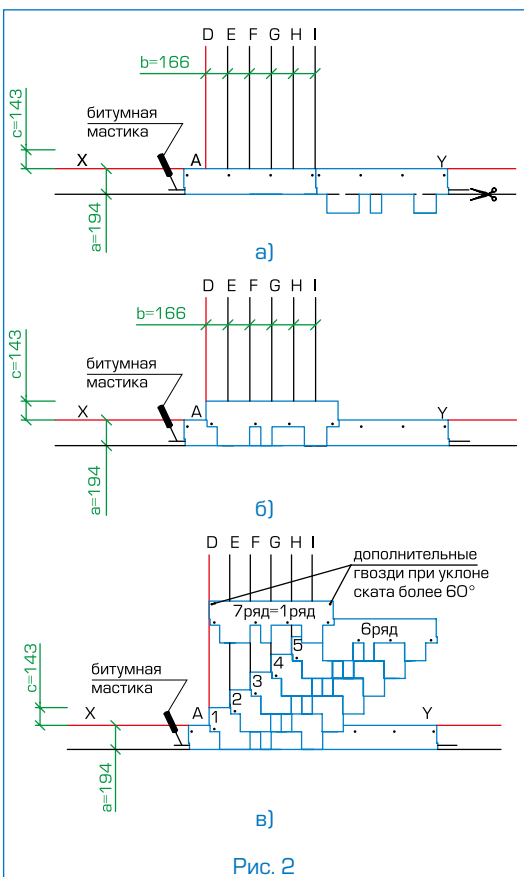

Рис. 2
### Укладка материала (рис. 2)
- Начальный ряд формируется из листов черепицы АЛЬПИН с обрезанными лепестками. Полученные таким образом полосы шириной 19,4 см укладываются по линии карниза в обе стороны от линии I (рис. 2а) и фиксируются по нижнему краю битумной мастикой, а по верхней кромке 4 гвоздями (ось гвоздей на 5 см ниже верхнего края полосы);
- далее первый ряд черепицы укладывается от линии AD (рис. 2б);
- второй ряд укладывается от линии E (со смещением 16,6 см от AD) (рис. 2в);
Каждый лист черепицы АЛЬПИН крепится 4 гвоздями таким образом, чтобы гвоздь прошивал и верхний край низлежащего листа черепицы (рис. 2в).